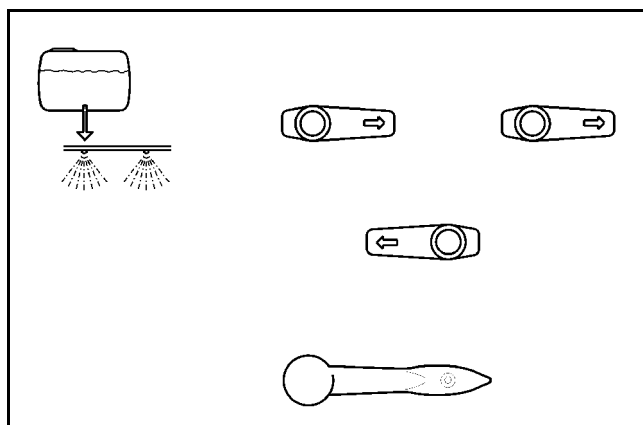

Fig. 7.6
- Une fois la cuve pleine, pivotez les robinets 3 voies en conséquence (fig. 7.6) et arrêtez la pompe.